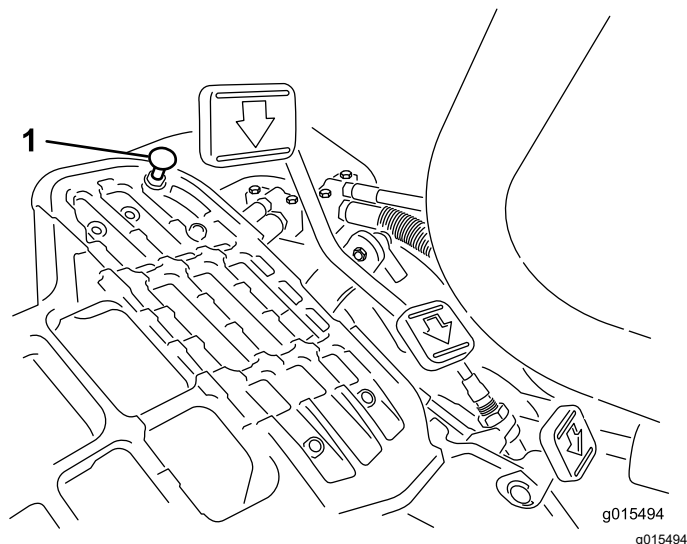

図 44
1. モードレバーを移動走行位置にセットし、ペダルストップを固定しているロックナットをゆるめる図 44。
モードレバーを移動走行位置にセットし、ペダルを一杯に踏み込めば最高速度となります。ケーブルに張力が掛かる前にペダルがストップ図 44に当たる場合には調整が必要です。